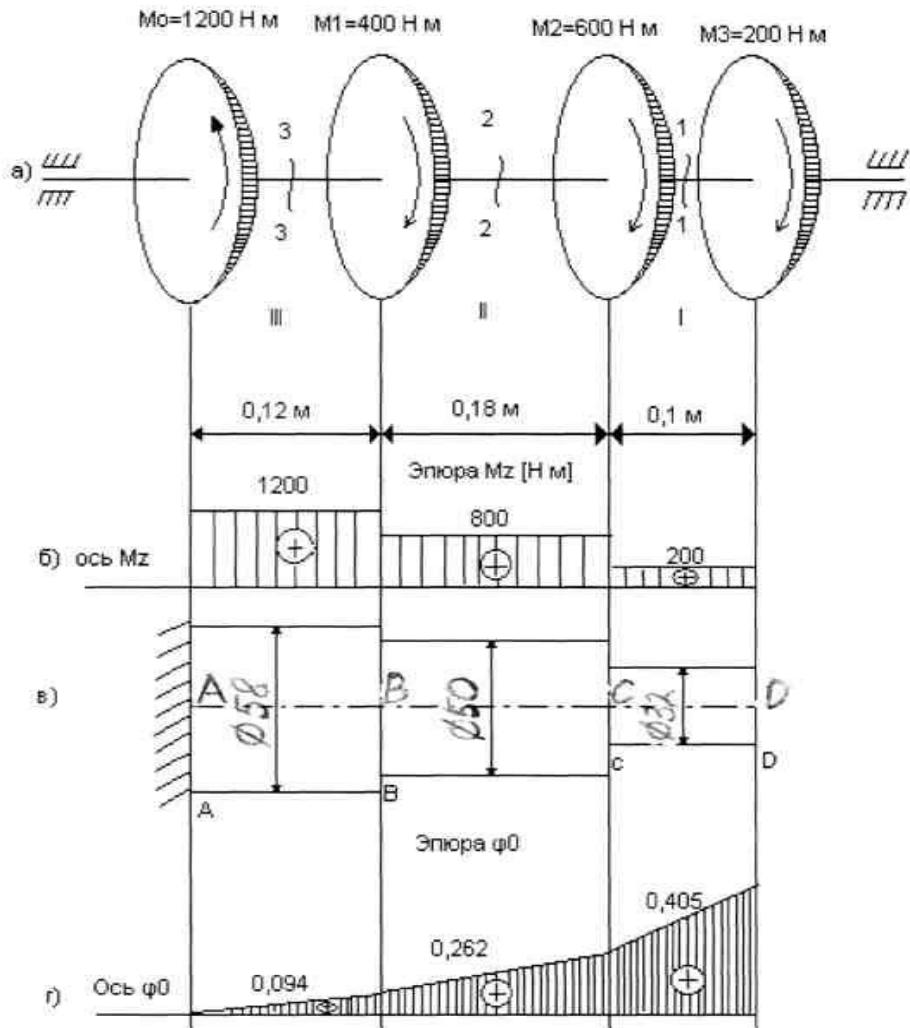

Рисунок 2 – Схема вала
Пример: На ступенчатом валу (рисунок 2) жестко закреплены четыре шестерни. Ведущая шестерня сообщает валу вращающий момент $M_0 = 1200 \text{ Н}\cdot\text{м}$. Другие шестерни передают вращательные моменты на валы параллельные первому: $M_1 = 400 \text{ Н}\cdot\text{м}$, $M_2 = 600 \text{ Н}\cdot\text{м}$, $M_3 = 200 \text{ Н}\cdot\text{м}$, допускаемые напряжения $[\tau] = 32 \frac{\text{Н}}{\text{мм}^2}$. Построить эпюру крутящих моментов, определить диаметры ступеней вала и полный угол закручивания.
2). Выбираем масштаб и строим эпюру M_z (рисунок 2б).
Выбираем масштаб и вычерчиваем эскиз вала (рисунок 2в).
По полученным данным построим эпюру углов поворота сечений (рисунок 2г).